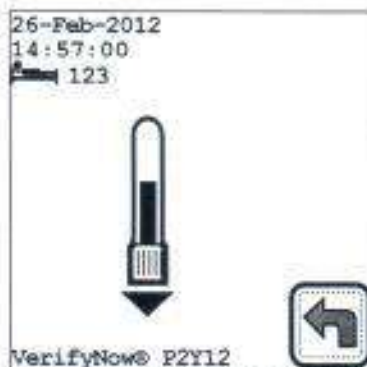

Figura 4-7 Menú principal
2. Encienda el instrumento utilizando el interruptor de encendido en el panel trasero ("I" indica que está encendido). El instrumento se encenderá y realizará una rutina de autoanálisis que durará aproximadamente 30 segundos. Después de que se complete el autoanálisis, se mostrará la pantalla de inicio. Pulse la tecla Siguiete para avanzar al menú principal (Figura 4-7). Permita que el instrumento se caliente al menos durante 15 minutos antes del uso.